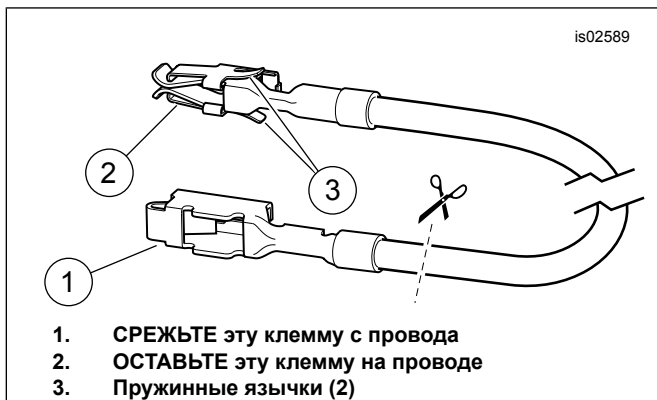

Рисунок 24. Провод адаптера блока предохранителей (Dyna и Softail)
1. См. Рисунок 24. Конфигурация сращивания «2 в 1». Возьмите **красный** герметичный разъем соединений внахлест (см. Рисунок 34 , пункт 4) из комплекта. Срастите черный провод (13) из комплекта с черным проводом заземления передатчика в соответствии с рекомендациями, указанными в приложении к руководству по техническому обслуживанию. Задвиньте рукав электропроводки (10) из комплекта на сращенный провод заземления.
4. Выберите кольцевую клемму с меньшим диаметром (7) из комплекта. Обожмите кольцевой клеммой черный провод передатчика в соответствии с рекомендациями по использованию обжимного инструмента Pascard в приложении к руководству по техническому обслуживанию.
- См. Рисунок 24. Конфигурация сращивания «1 в 1». Возьмите **синий** герметичный разъем соединений внахлест (см. Рисунок 34 , пункт 5) из комплекта. Срастите силовой кабель жгута проводов системы дистанционного открывания дверей гаража с проводом адаптера в соответствии с рекомендациями, указанными в приложении к руководству по техническому обслуживанию.
- См. Рисунок 34. Возьмите оранжевый/белый провод адаптера блока предохранителей (12) из комплекта. Отметьте положение клемм на каждом конце (см. Рисунок 24). В блок предохранителей входит только клемма без пружинных язычков. Аккуратно отрежьте неиспользованную клемму от провода и утилизируйте ее.